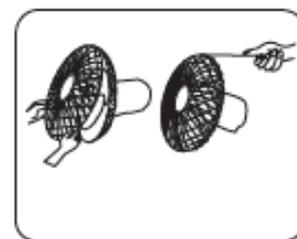

Fig. 3
3. Åbn klemmerne på det forreste gitter, og placer det forreste gitter på det bageste gitter (juster låseskruehullerne), og luk klemmene. Fastgør de to gitter ved at montere og tilspænde fastgørelsesskruen og møtrikken. (Fig. 3).